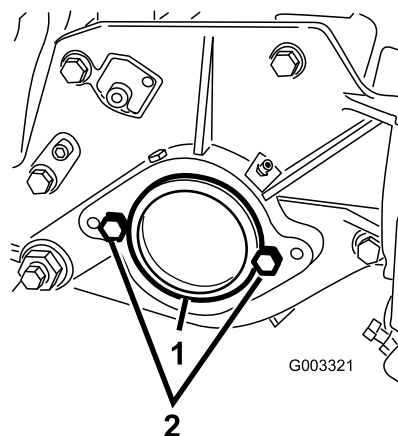

Figure 13
2. A l'extrémité droite du plateau de coupe, retirez l'obturateur en plastique du logement de roulements (Figure 13).
3. Enlevez les 2 vis de la plaque latérale droite (Figure 13).
2. Vis (2)
5. Placez les 2 vis de fixation du moteur de cylindre sur la plaque latérale gauche du plateau de coupe sans les serrer (Figure 13).